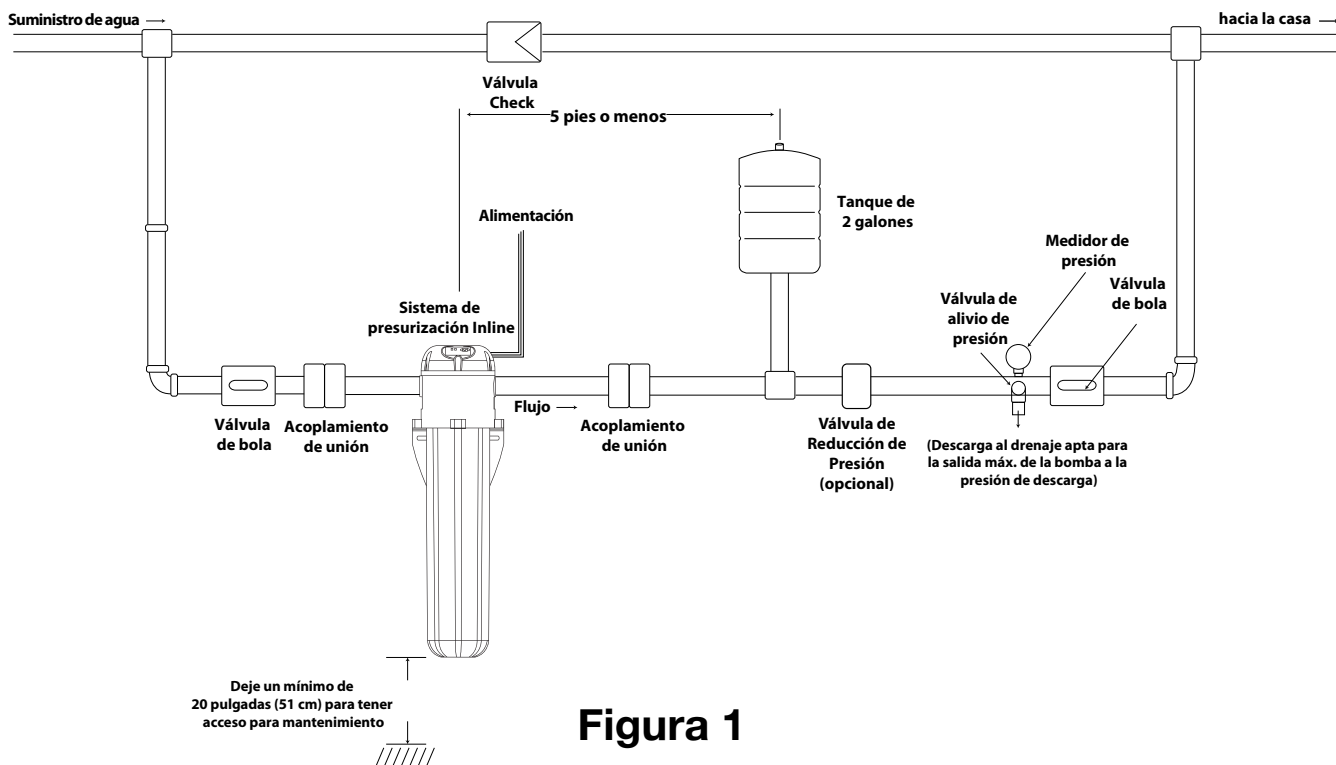

Figura 1
El Sistema de presurización Inline está diseñado para incrementar la presión de uso de un sistema en momentos de alta demanda. Vea la **Figura 1** para tener una representación gráfica de cómo se ve una instalación típica.
4. Instale la plomería de entrada y salida y el tanque de presión como se muestra en la **FIGURA 1**. La entrada y la salida de la unidad están marcadas con "inlet" y "outlet" respectivamente. Se deben usar uniones en los extremos de succión y descarga de la bomba. Se proporcionan válvulas de retención internas en los extremos de succión y descarga de la bomba. Estas válvulas pueden ayudar a evitar el reflujo. Si se usa el circuito de derivación opcional, también se debe instalar una válvula de retención antes de la derivación. Asegúrese de revisar todos los códigos locales de plomería para asegurar que se cumplan todos los requerimientos locales para evitar el reflujo.